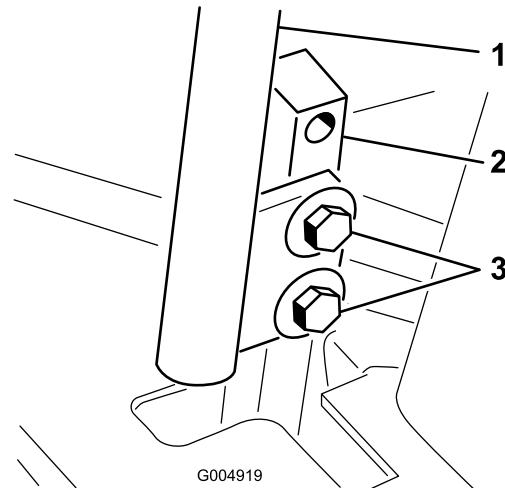

Figura 67
3. Afloje los pernos que sujetan las palancas de control (Figura 67).